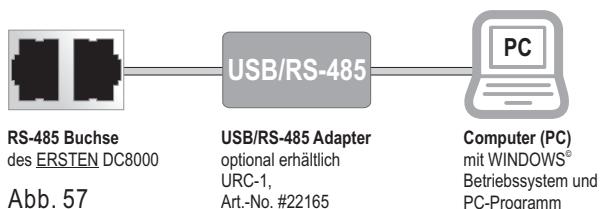

Abb. 57
Vom Computer (PC) zum ersten DC8000 wird einmalig ein USB/RS-485 Konverter/Adapter benötigt (siehe Abb. 57).